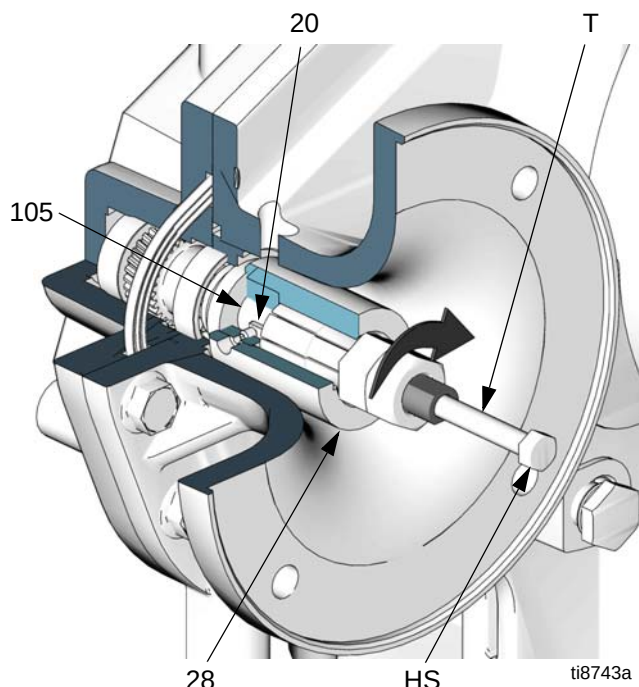

FIG. 3. Retiro del acoplador de motor
- b. Consulte la FIG. 3. Afloje ambos tornillos de fijación (31). Inserte la herramienta de extracción del acoplador (T) en el acoplador (28). Gire la tuerca en el sentido horario hasta que esté apretada, a continuación retire el